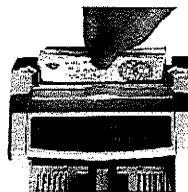
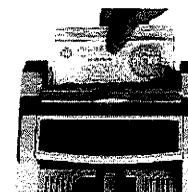

fig. 1
fig. 3
- Função de contagem: Assim que as notas estejam correctamente posicionadas e inseridas na bandeja de entrada a máquina começa a contagem automaticamente. O número de notas contadas aparecerá no monitor e será actualizado à medida que as notas forem sendo contadas. Depois de retirar as notas o monitor principal com o número total de notas contadas apagar-se-á e esse mesmo número de notas contadas irá aparecer no segundo monitor. As notas deverão ser correctamente colocadas e inseridas devendo para esse efeito ter-se em atenção os seguintes passos: Coloque as notas entre as guias de contagem como demonstrado nas figuras abaixo. Fig. 1 e 2. Gentilmente empurre as notas de forma a estarem todas ordenadas e alinhadas umas com as outras < fig. 3>